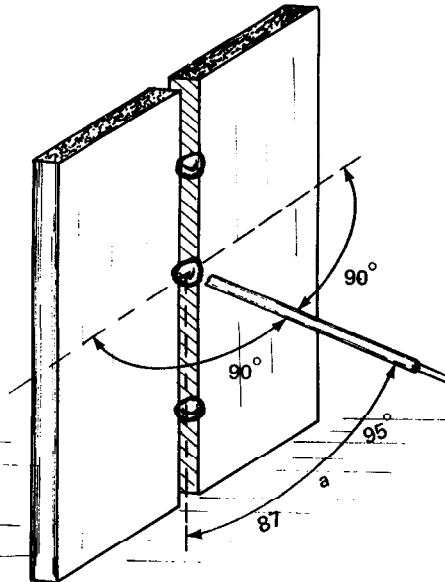

Figura 2.92
a) Incline el electrodo (Figura 2.92).